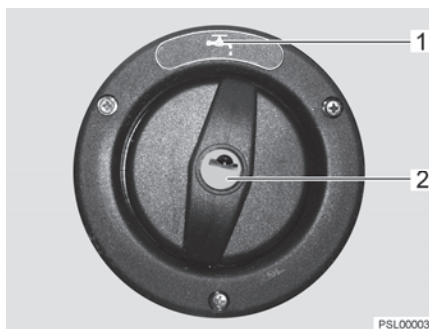

Fig. 140 Couvercle de fermeture pour bec de remplissage d'eau potable
Le bec de remplissage d'eau potable est désigné par le symbole  (Fig. 140,1). Le couvercle de fermeture est ouvert et verrouillé à l'aide de la clé pour les serrures extérieures.
- Insérer la clé dans le barillet (Fig. 140,2) et la tourner d'un quart de tour dans le sens inverse des aiguilles d'une montre.
- Ouvrir le bec de remplissage d'eau potable (Fig. 140).